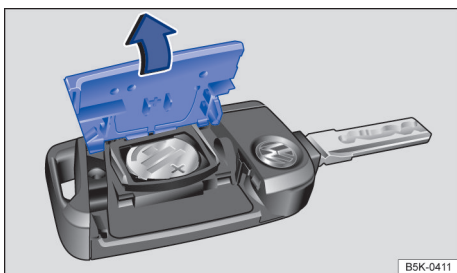

图 43 汽车钥匙：打开电池盒盖
- 用一合适的器具（例如，硬币）沿⇒图 43 箭头方向拆下汽车钥匙后侧的盖板⇒①
- 安装电池盖板，然后沿⇒图 43 箭头相反方向将其扣到汽车钥匙上，直至其卡定。